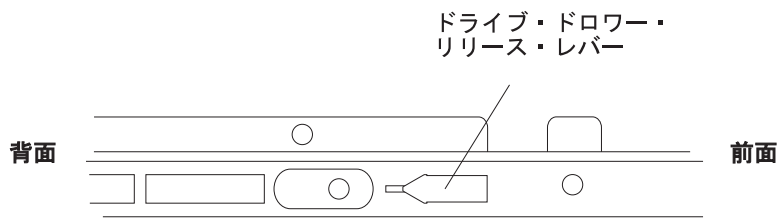

図 94. ドライブ・ドロワーの側面にあるドライブ・ドロワー・リリース・レバー
- b. ドライブ・ドロワーの両側面にあるドライブ・ドロワー・リリース・レバー (図 94 を参照) を手前にスライドさせ、ドライブ・ドロワーをエンクロージャーから取り外します。